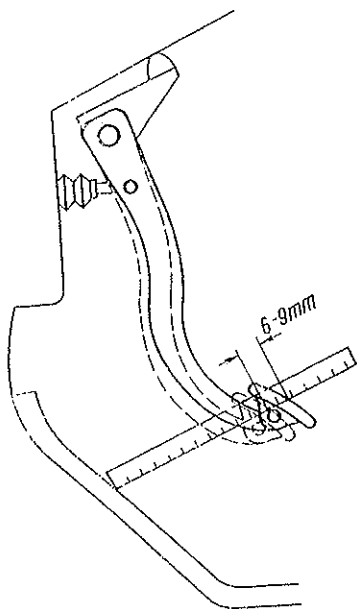

Bild 236 Prüfung des Bremspedals auf Leerweg:
4) Gegenmutter des Exzenters festziehen. Feder aufziehen und das Pedal auf seinen Weg prüfen (Bild 236). Der zum Beseitigen des Abstands zwischen Stößel und Kolben erforderliche Weg des Pedals soll 6—9 mm betragen.